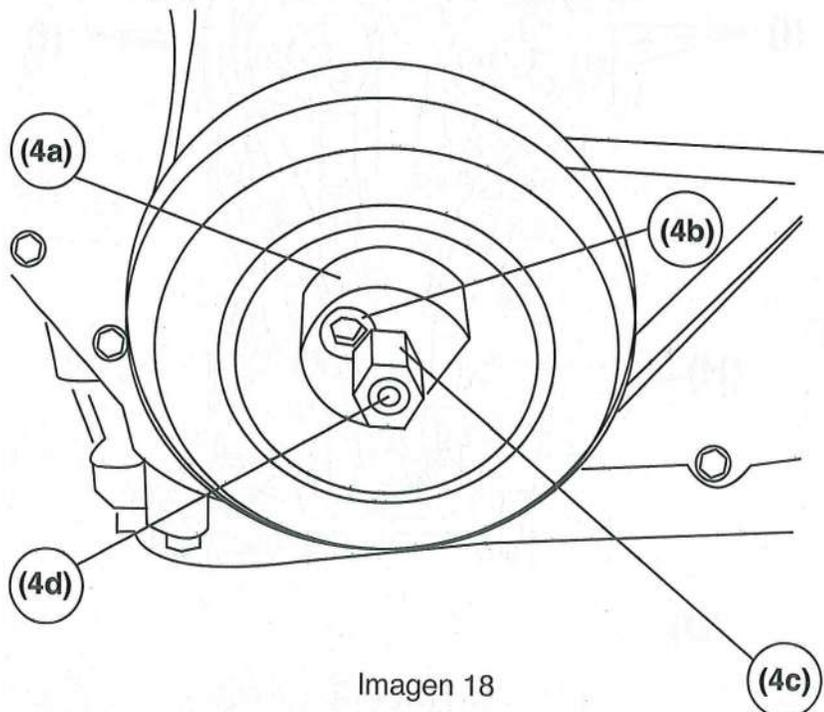

Imagen 18
- Gire el cigüeñal con ayuda de la herramienta especial [4] (para ver como montarla en el engrane del cigüeñal vea la Imagen 18) hasta llevar el pistón No. 1 aproximadamente a 5 mm antes del PMS (Punto Muerto Superior)